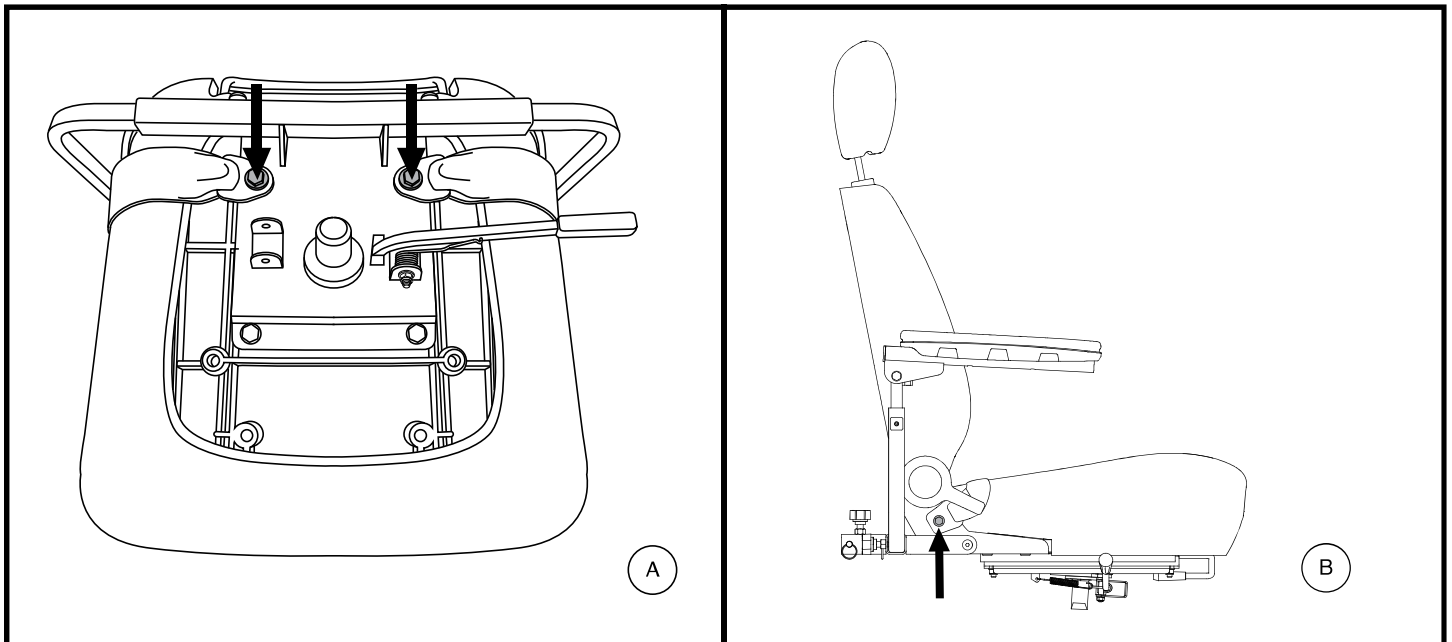

Figure 23. Boulons du ceinture de positionnement
Votre scooter peut être équipé d'une ceinture de positionnement de type automobile réglable pour votre confort. **Voir la figure 23.** La ceinture de positionnement est conçue pour supporter et empêcher le conducteur de glisser ou d'avancer sur le siège. La ceinture de positionnement n'est pas une ceinture de sécurité.
2. Si nécessaire, placez le siège à l'envers pour faire face à sa base. **Voir la figure 23.**